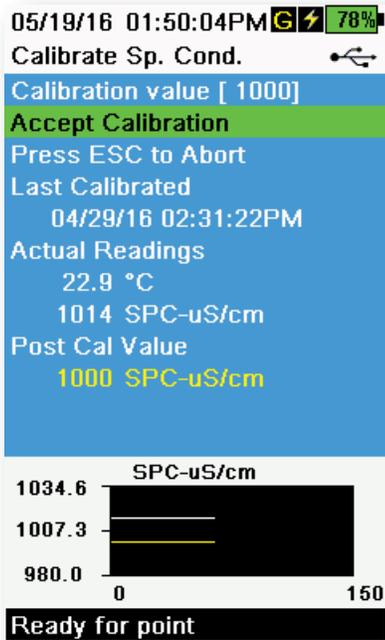

图 48 校准比电导率
7. 观察实际测量读数是否稳定（图表上的白线 40 秒内没有明显变化），然后选择 **Accept Calibration（接受校准）**（图 48）。然后消息区域将显示“校准成功！”